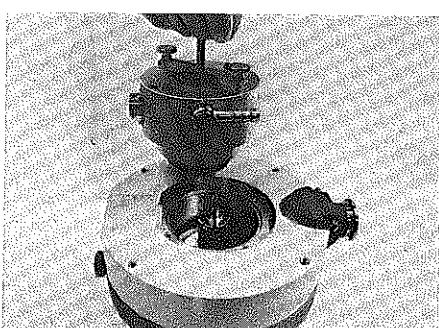

Fig. 20
- Mit Abdruckschraube Motor-Lagerschild 28 abheben (Fig. 20).
- Lift motor part 28 with the pulling screw (fig. 20).
- Au moyen du boulon d'extraction, soulever le flasque du moteur 28 (fig. 20).